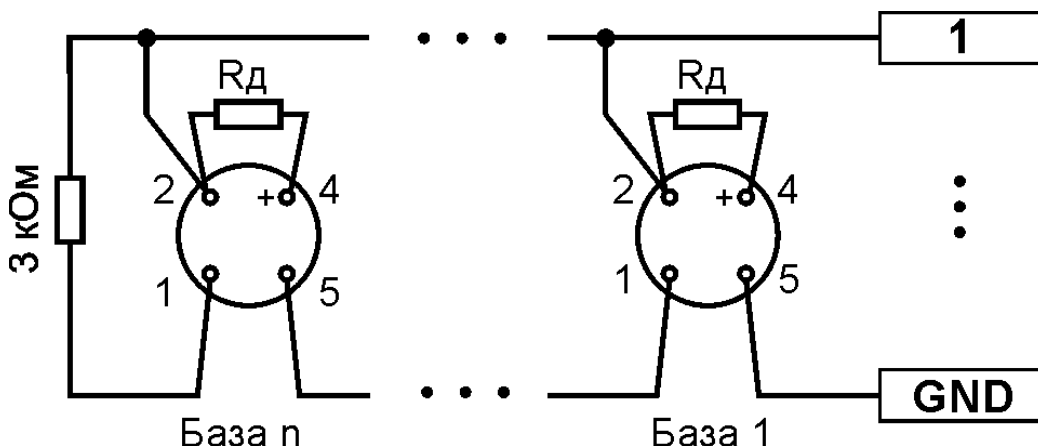

Рисунок 9.2 – Приклад підключення сповіщувачів СПД2-Тірас до зони 1.
9.5.2 Сповіщувачі, які підключаються паралельно кінцевому резистору зони, повинні бути підключені через додаткові резистори R_d (див. рис. 9.2). Опір R_d повинен знаходитися в діапазоні (270 – 470) Ом.
Крок 2 Встановити перемички для EOL обох кінцях лінії (див. рис. 9.2).